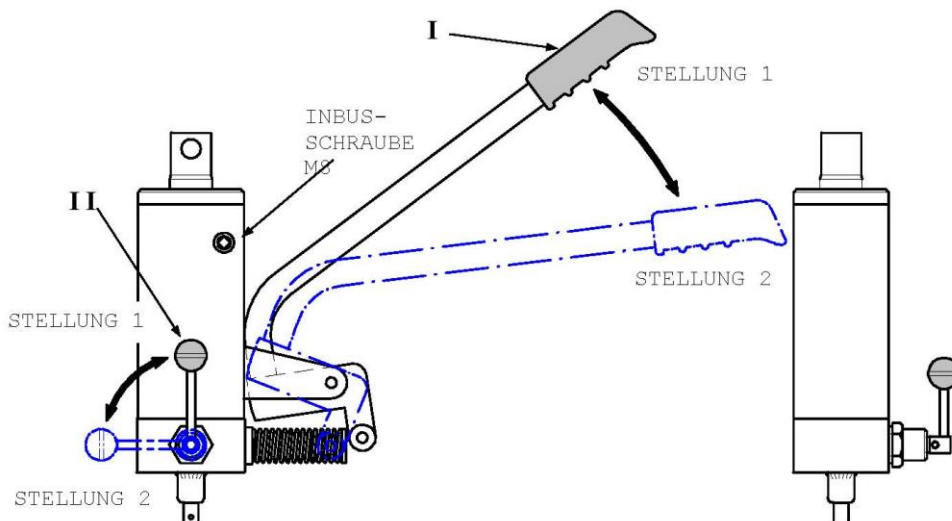

Abb. 2
- Am Zylinder befindliche **Inbusschraube M8** (siehe Abb. 2) lösen und durch diese Öffnung bis zum Überlaufen Öl nachfüllen.